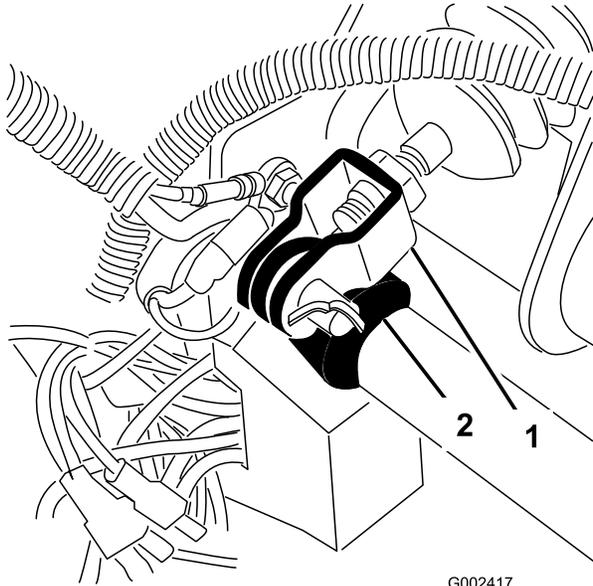

Figura 66
1. Retire o contrapino e o passador de forquilha que fixam a culatra do cilindro principal ao ponto de articulação do pedal de travão (Figura 66).